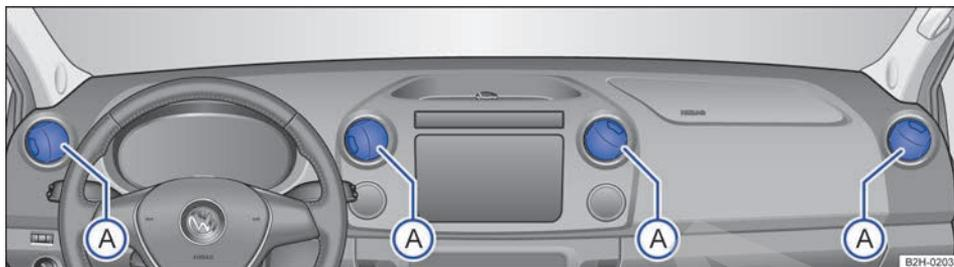

Fig. 124 Difusores de aire en el tablero de instrumentos.
Para conseguir una calefacción, una refrigeración y una ventilación suficientes en el habitáculo, los difusores de aire \Rightarrow fig. 124 (A) deberán permanecer abiertos.